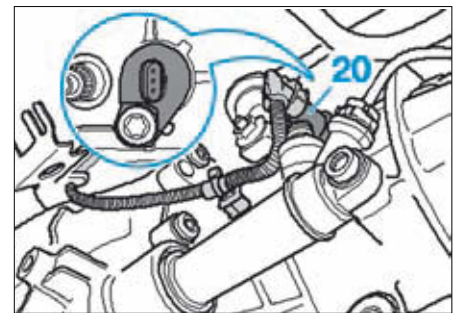

FIG. 19
- Si équipé du dispositif START/STOP, débrancher le connecteur (20) du capteur de position point mort (Fig.19).